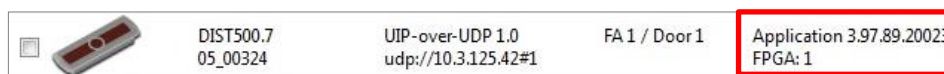

Рис. 28: Версия прошивки в окне выбора датчика
Мы совершенствуем прошивки датчиков (например, на рис. 28 указана прошивка **Application 3.97.89.20023**) в ногу с технологическим прогрессом. С учетом гарантии обратной совместимости с предшествующими версиями, различие версий прошивки между оборудованием разных поставок не является ограничением в эксплуатации.
- ! В диалоговом окне выбора датчика (рис. 28) должна быть активна опция **UIP-over-UDP (UIP по UDP)**, иначе датчики не будут отображаться. Опция **UIP-over-UDP** обычно заранее активирована.